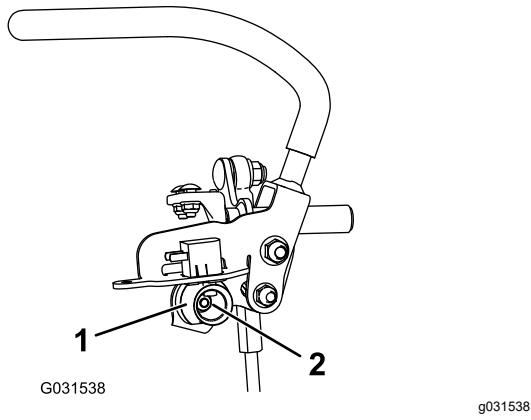

Figure 74
6. Desserez l'écrou de fixation de la came (Figure 74).